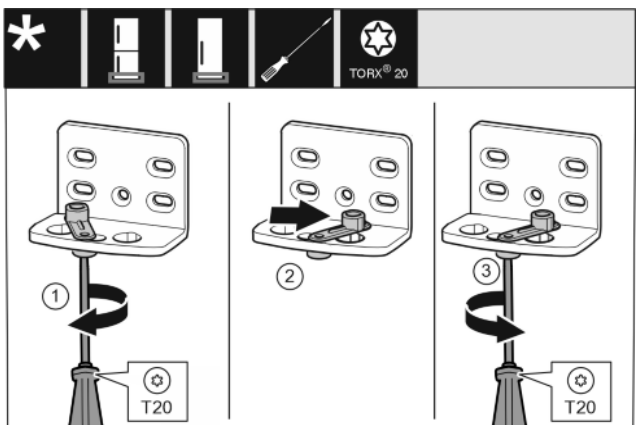

Fig. 14
- Skrutkovačom T20 voľne zaskrutkujte skrutku. Fig. 14 (1)
- Pomôcku na zatváranie dverí zdvihnite a otočte o 90° doprava v otvore. Fig. 14 (2)
- Skrutkovačom T20 pevne zaskrutkujte skrutku. Fig. 14 (3)